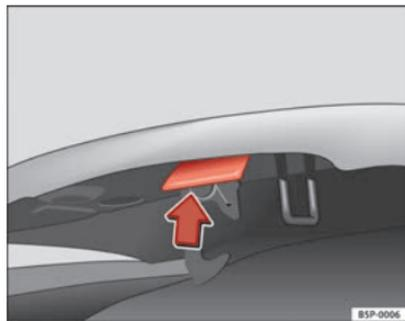

Fig. 169 Tirador de apertura por debajo del capó.
- Presione hacia arriba la palanca que hay debajo del capó ⇒ fig. 169. Al hacerlo, el gancho de sujeción queda desbloqueado.